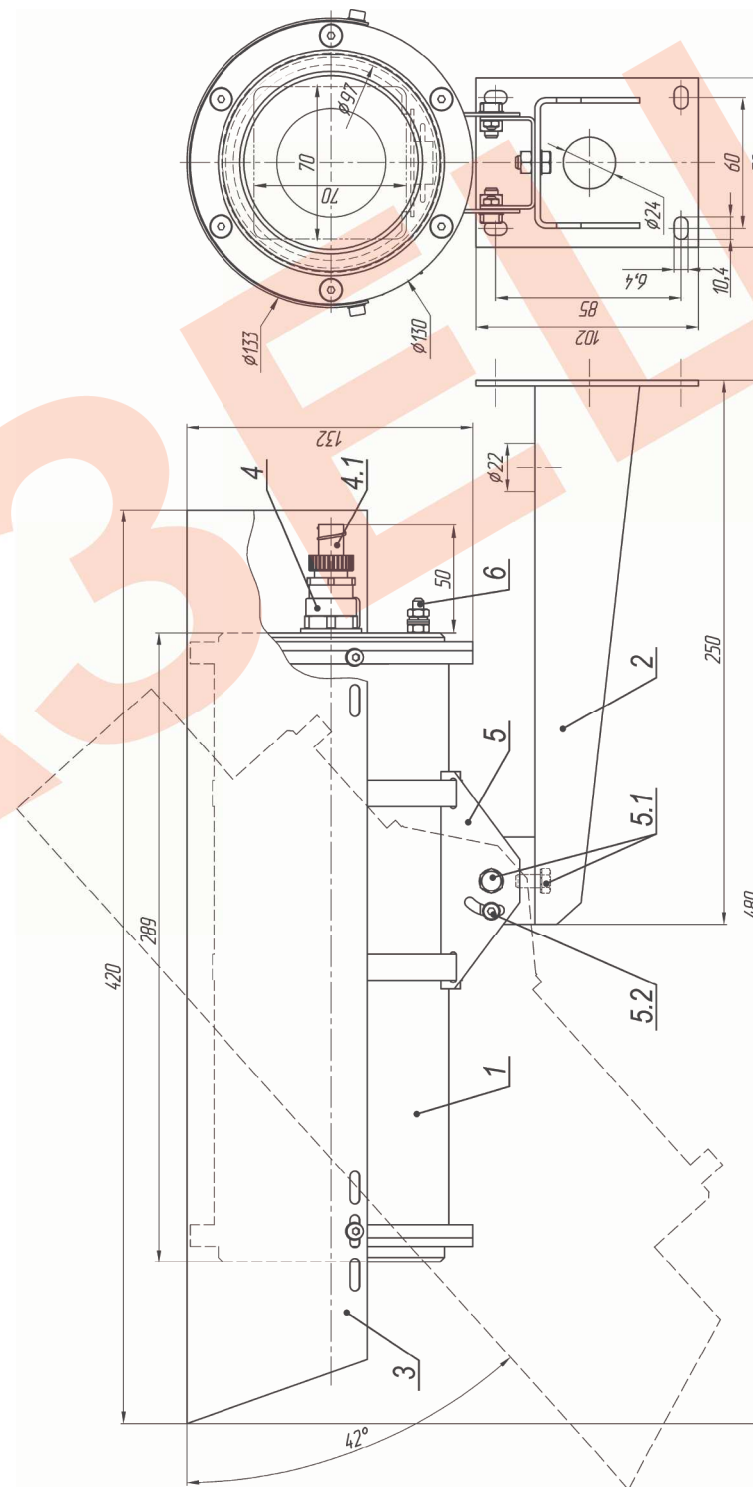

Рис.1 Габаритные и установочные размеры ТВК-186 IP Ex
2. Ослабив болты и винты фиксации шарнира (поз.5.1 и 5.2 рис.1), установить гермобок на нужное направление обзора, после чего надежно зафиксировать шарнир затянув выше перечисленные болты и винты.
3. Заземлить гермобок с помощью болта заземления (поз.6 рис.1).
Состав изделия: (см. рис. 1)